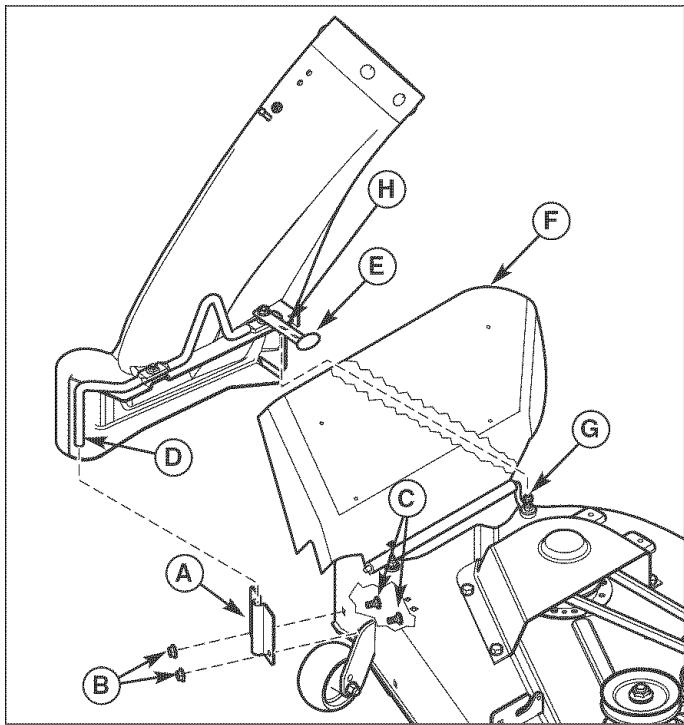

Figura 42. Instale el tubo inferior - Plataforma del cortacésped de 44" y 50"
1. Instale la placa de montaje (A, Figura 42) en la plataforma del cortacésped como se muestra. Fíjela con pernos de cabeza de hongo de 5/16-18 x 5/8 (C) y contratuercas de 5/16-18 (B).
2. Levante el deflector de descarga (F).
3. Inserte la barra del conducto inferior (D) en la placa de montaje (A).
4. Estire la banda elástica (E) hasta debajo del deflector de descarga y fíjela colocando el orificio (H) sobre la contratuerca (G).